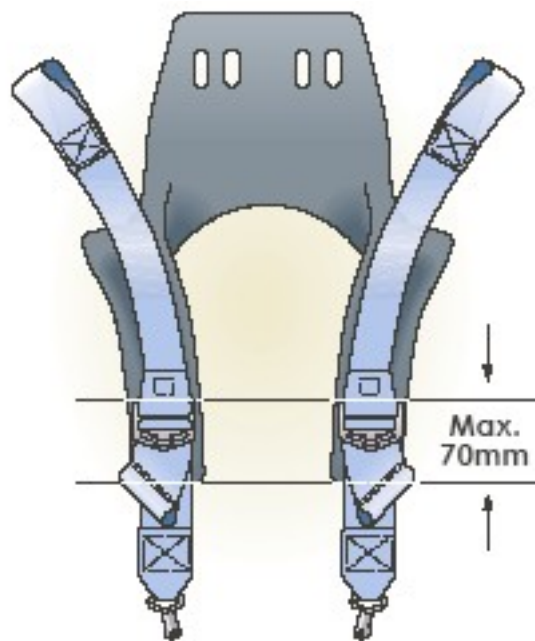

Fig. 1 Korrekt placering af skulderstroppers længdejusteringsindretning på HANS åget
2.2 Længdejusteringen af skulderstroppen skal placeres på HANS åget med den øverste kant højst 70 mm fra den nederste kant på HANS åget som vist i fig. 1. (Dette gælder ikke hvis der bruges dobbelt skulder strop system som beskrevet i pkt. 2.5).